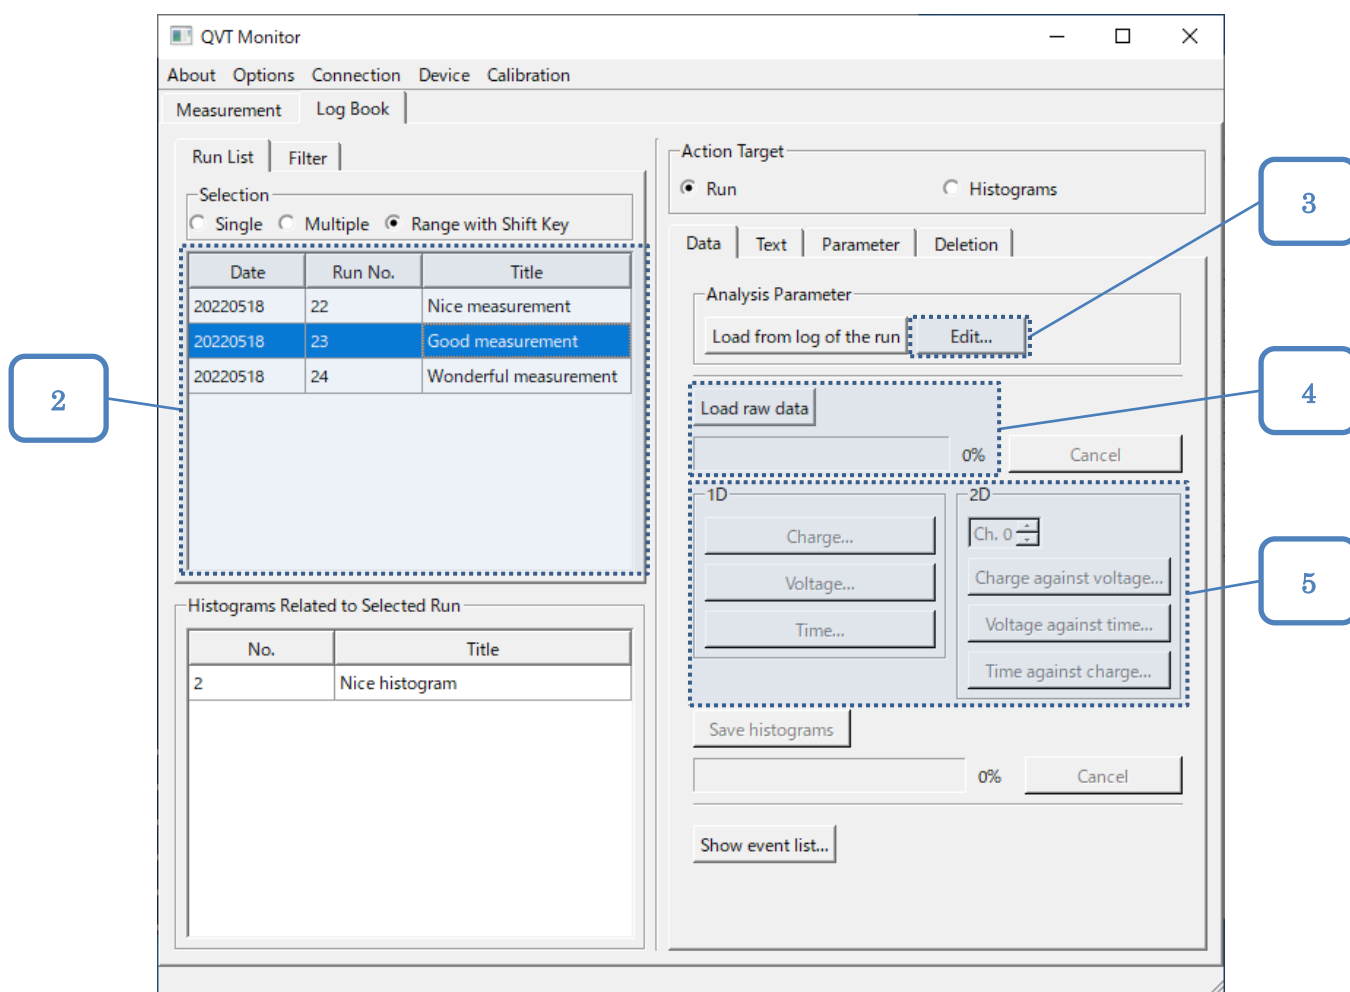

図 6-10. [Log Book]タブ
- ① [QVT Monitor]ウィンドウの[Log Book]タブを表示します。図 6-10 の番号は、以下の手順の番号に対応しています。